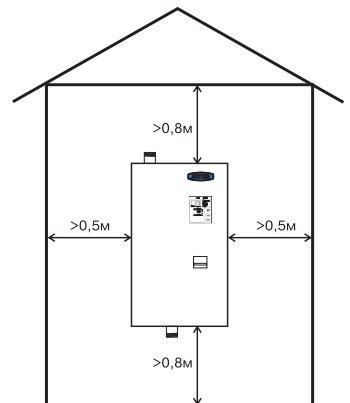

Рис. 4 Схема установки электроводонагревателя
6.2 При монтаже электроводонагревателя необходимо выдерживать минимальные расстояния до стен, пола и потолка, указанных на Рис.4. Расстояние необходимо соблюдать для удобства эксплуатации и сервисного обслуживания.